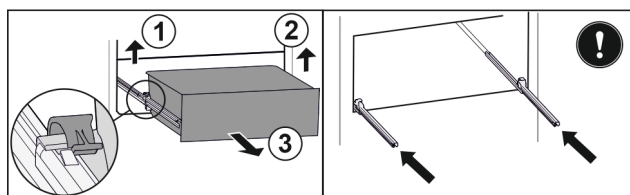

Fig. 187
- ▶ Dvignite levo spojko in hkrati povlecite predal levo naprej. Fig. 187 (1)
- ▶ Dvignite desno spojko in hkrati povlecite predal desno naprej. Fig. 187 (2)
- ▶ Predal vzemite ven v smeri naprej. Fig. 187 (3)